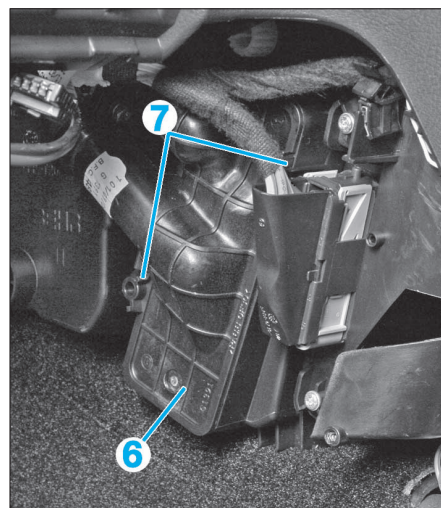

FIG. 19
- Dégager le radiateur (6) en le tirant vers la gauche tout en écartant les pattes (7) (Fig.19).